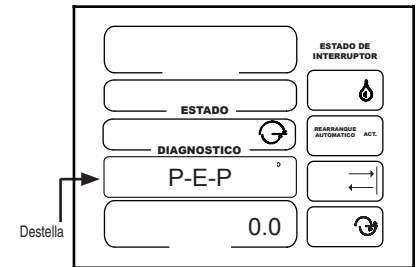

Figura 23-2
Parada en posición permite al operador parar el equipo en una posición determinada, como un camino en el campo. Si la característica de parada en posición está activada, el equipo se detendrá siempre en esta posición. La gama es 0,0° - 359,9° y el valor predeterminado es 0°. Vea la Figura 23-2.
1. P-E-P debe estar destellando. Vea la Figura 23-2.